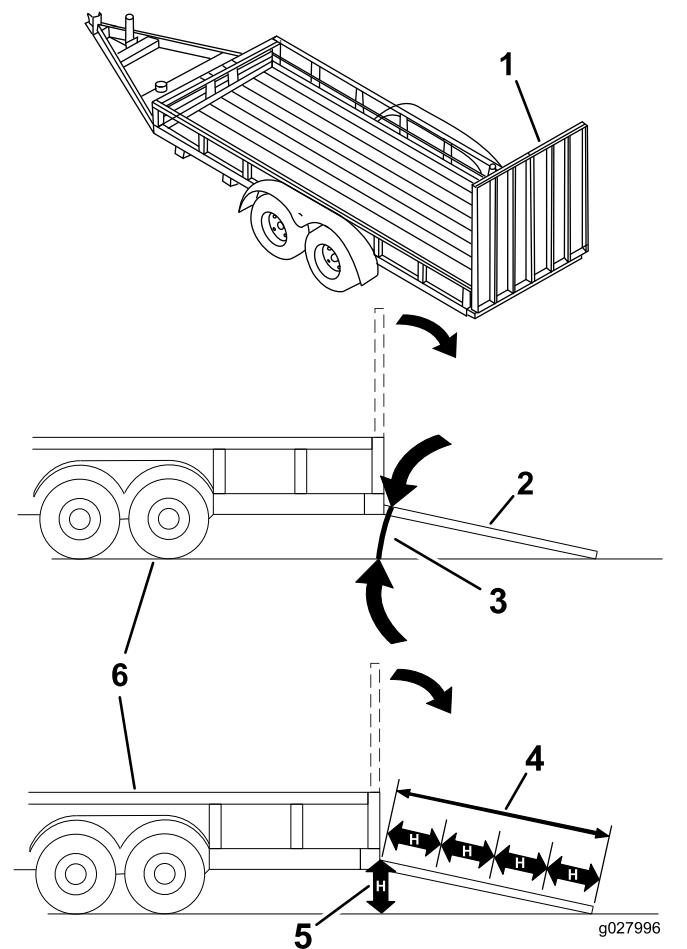

Bild 31
Das Laden einer Maschine auf einen Anhänger oder einen Lastwagen erhöht die Umkipppgefahr und könnte schwere oder tödliche Verletzungen verursachen (Bild 31).
3. Senken Sie die Rampe ab und stellen Sie sicher, dass der Winkel zwischen der Rampe und dem Boden höchstens 15 Grad beträgt (Bild 31).
1. Senken Sie die Rampe ab und stellen Sie sicher, dass der Winkel zwischen der Rampe und dem Boden höchstens 15 Grad beträgt (Bild 31).